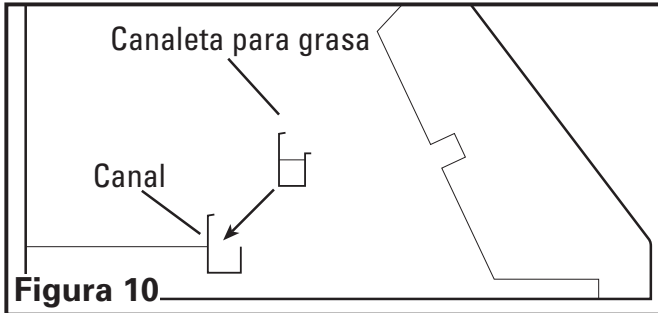

Figura 10
- Si la canaleta para grasa desmontable incluida no está ya instalada dentro de la campana, insértela en el canal interno posterior de la campana. Asegúrese que el lado más alto de la canaleta apunte hacia la parte posterior de la campana (**Figura 10**).